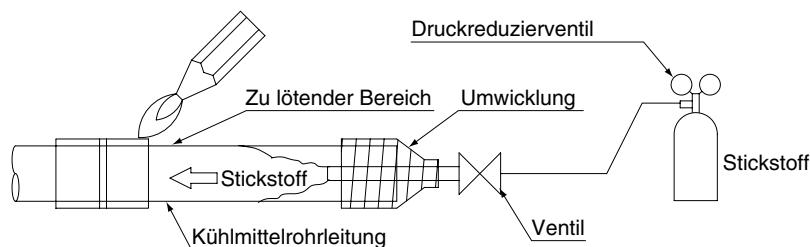

Abb. 5
- Beginnen Sie Lötarbeiten der Kältemittelleitungen erst nach einer Stickstoffspülung (\*1), oder führen Sie Lötarbeiten durch, während Stickstoff in den Kältemittelleitungen fließt (\*2) (Siehe Abb. 5), und stellen Sie am Ende Ausbauchungen oder Bördelverbindungen von Innengerät und BS-Gerät her.